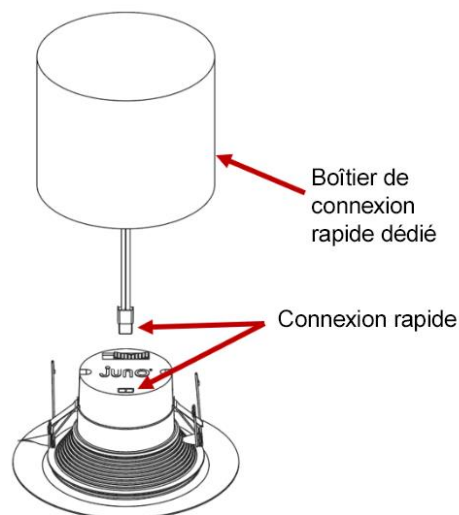

Figure 3
- II. **Installation dans des boîtiers de connexion rapide dédiés :** Brancher le connecteur du boîtier de connexion rapide dédié dans le connecteur orange correspondant situé en haut de la garniture du module. Pousser fermement pour vérifier que les connecteurs sont bien fixés (voir figure 3). **NE PAS LAISSER LE MODULE PENDRE SANS SUPPORT PAR LE CONNECTEUR RAPIDE ORANGE!**